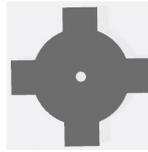

図3 DC モータ回転軸取り付け遮蔽板の形状
(2) 測距センサ、フォトインタラプタ、モータ等
- (c) 入力回路①とケーブルXで接続するフォトインタラプタは、KI1233-AA (販売：秋月電子通商)を使用する。
- (d) DC モータの回転軸に取り付ける遮蔽板は円形で図3のように羽根が4枚ついている。